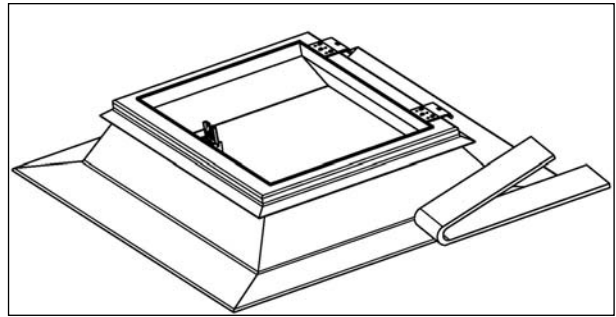

Bild 2
2. Aufsetzkranz entsprechend der **Flach-Dachrichtlinien** des Zentralverbandes des Deutschen Dachdeckerhandwerks mit der Dachhaut verbinden. (Bild 2)